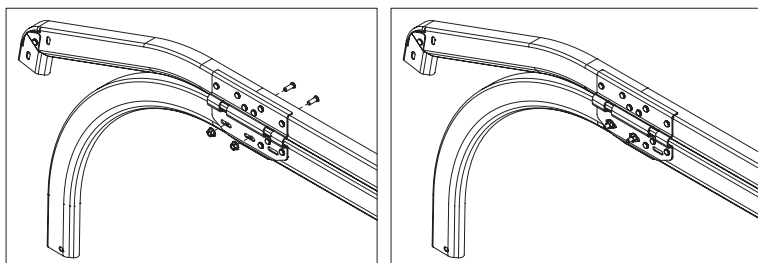

Рис. 13.1.
1) собрать горизонтальную направляющую с радиусным профилем. Для закрепления радиусного профиля к соединительной пластине горизонтальной направляющей необходимо установить два пресс-болта М6×16 и гайки с буртиком (рис.13.1).